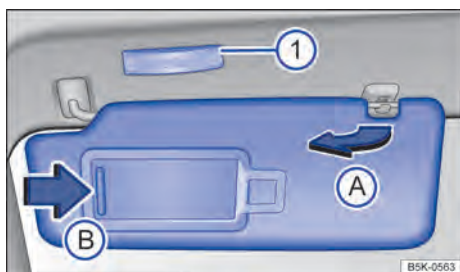

Fig. 85 Para-sol.
- Retirar o para-sol cuidadosamente do suporte segurando a base de fixação e virar na direção das portas → Fig. 85 (A).
No para-sol rebatido para baixo encontra-se um espelho de cortesia atrás de uma cobertura. Ao abrir a cobertura → Fig. 85 (B) uma lanterna se acende (1).